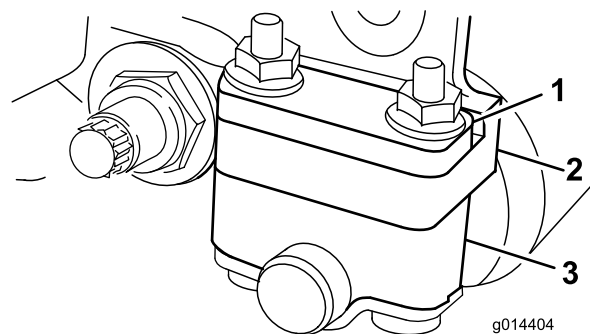
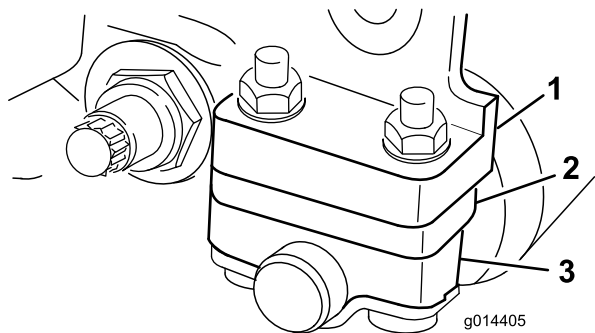

図 11
図 12
1. 使用する刈高範囲に合わせて後ローラ・ブラケットの取り付け位置を上位置または下位置に変更する (図 11 または 図 12)。
刈高 1.6 mm ~ 6 mm の場合：スペーサをサイドプレート取り付けフランジの上 (出荷時の設定) にセットする (図 11)。
刈高範囲が 3 ~ 25.4 mm の場合は、スペーサを、取り付けフランジの下にセットする (図 12)。